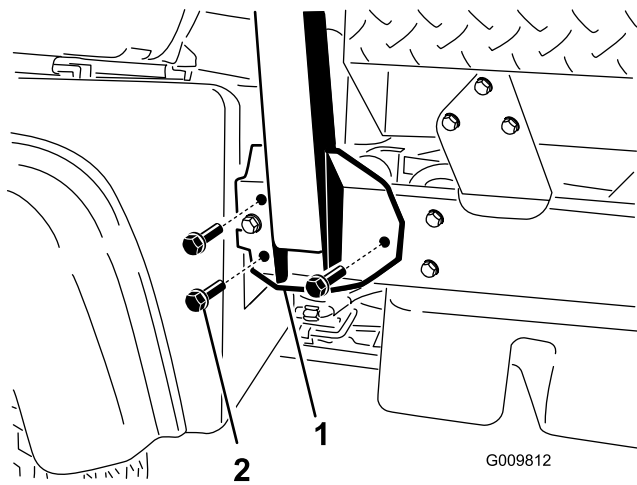

Figura 3
2. Alinee cada lado del ROPS con los taladros de montaje de cada lado del bastidor de la máquina (Figura 3).
3. Sujete el soporte de montaje del ROPS al bastidor de la máquina usando 3 pernos con arandela prensada (½" x 1¼") en cada lado (Figura 3).